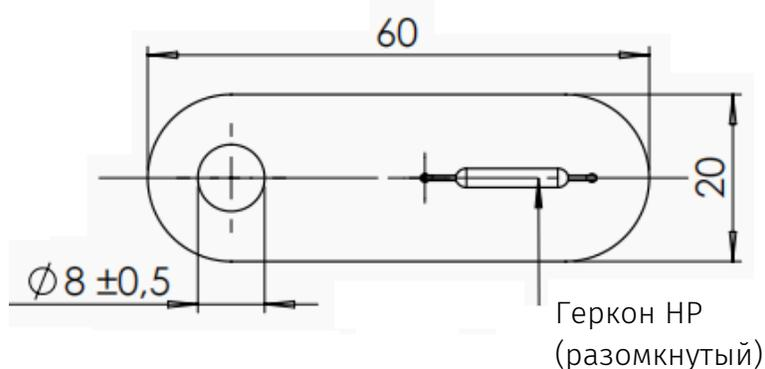

Рис. 1
**Совместимость датчика NM8:** LADA 2108-2109, 2110-2112, 2113-2115, Lada Kalina 1. Датчик не является универсальным, однако, с учетом доработок может подойти на многие другие автомобили, конструкция и способ крепления датчика показаны на рис. 1, 2.